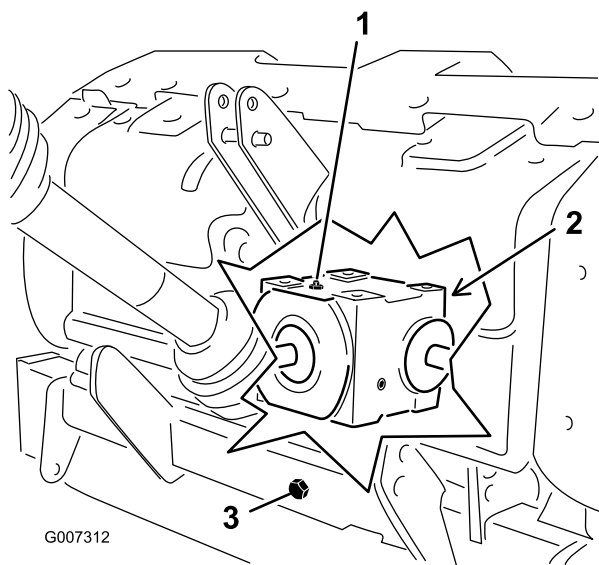

図 30
2. ギアボックスの点検プラグを外す 図 30。
3. 点検プラグの穴のふちまで油量があればよい 図 30。
1. 内部に異物が侵入しないよう、ドレンキャップと補給プラグの周囲をきれいに拭く 図 30。